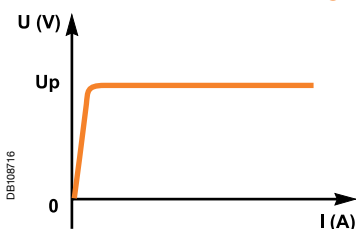

Fig. 7 - Typisk ideal U/I kurve for beskyttelsesudstyret.
- Når der opstår en transient, som overskrider den tilladte grænseværdi, skal beskyttelsesudstyret uanset alle andre forhold lede transienten til jord ved at begrænse spændingen til U_p for det ønskede beskyttelsesniveau (fig. 7). Når transienten er forsvundet, skal beskyttelsesudstyret afbryde og vende tilbage til standby uden holdestrom. Dette er den ideelle U/I karakteristik-kurve: